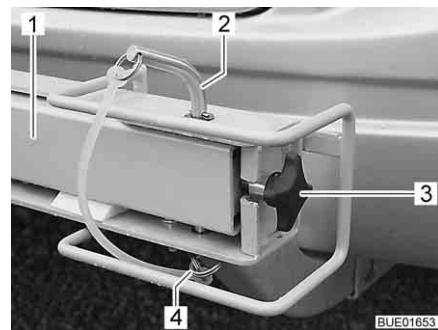

Fig. 2 Bloccaggio portabicilette
- Estrarre la spina a molla (Fig. 2,4).
- Sfilare il perno di sicurezza (Fig. 2,2) tirandolo verso l'alto.
- Svitare la vite della manopola (Fig. 2,3), eventualmente estrarla.
- Tenere il braccio orientabile (Fig. 2,1) e orientarlo di lato.